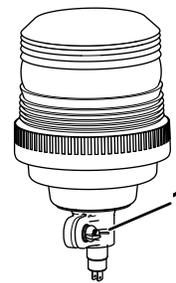

Figure 12
4. Desserrez l'écrou à oreilles sur le gyrophare (Figure 12).